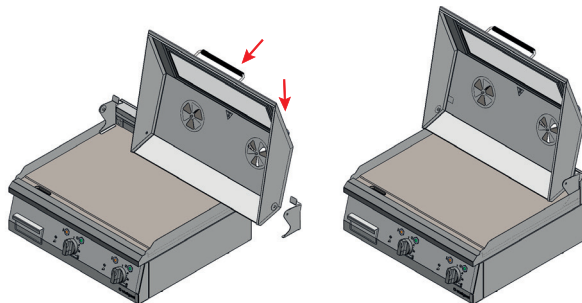

Bild 15. Anlegen des Deckels.
- **Den Deckel mit dem zweiten Scharnier anlegen. Achtung! Die Tätigkeit sollte durch mindestens zwei Personen ausgeführt werden.** Den Deckel so hineinschieben, dass man mit der Öffnung an der Seite des Deckels auf den Bolzen des vorher befestigten Scharniers trifft, und als nächstes das Ganze zwischen die Seitenränder der Platte einsetzen und das Scharnier an deren Boden und die Vorderseite des Dampfableiters stützen (Bild 15)